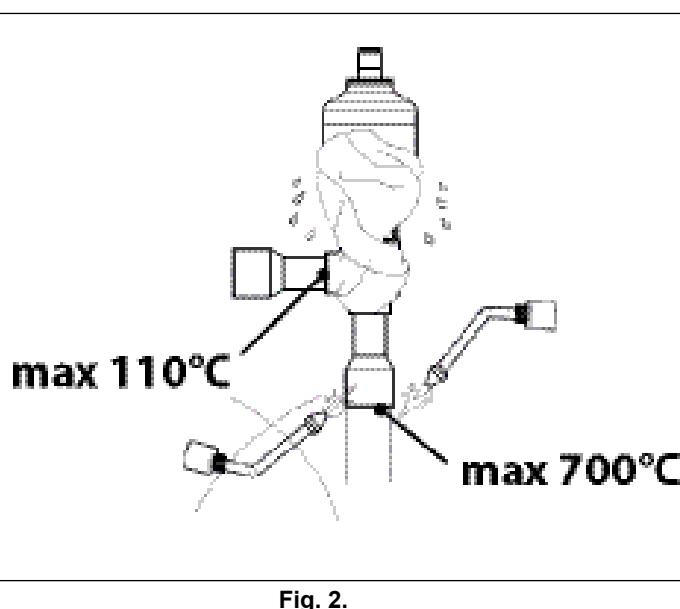

Fig. 2.
- During this process, the valve body should be protected with a damp cloth and direct contact with the flame avoided. (See Fig. 2).
- Durante este proceso, proteger el cuerpo de la válvula con un trapo mojado y evitar que la llama lo embista directamente. (Ver Fig. 2).
- Pendant cette opération, protéger le corps du détendeur à l'aide d'un chiffon mouillé et éviter que la flamme ne l'atteigne directement. (Voir Fig. 2).
- Durante la saldatura proteggere il corpo valvola con uno straccio bagnato ed assicurarsi non vengano superate le temperature indicate (Vedi Fig. 2).
- Während dieses Arbeitsgangs den Ventilkörper mit einem nassen Lappen schützen und direkte Berührung mit der Flamme verhindern. (Siehe Abb. 2).
- Во время этой операции накройте клапан мокрой тряпкой и не направляйте пламя горелки на корпус клапана. (Смотри РИС. 2).